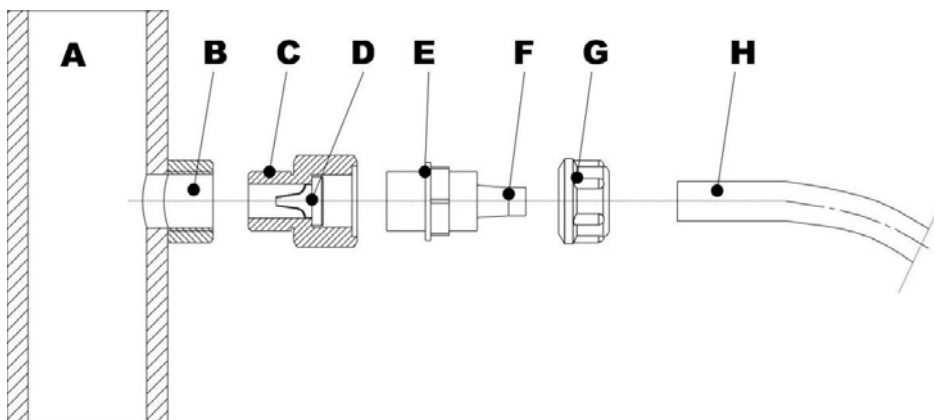

Fig. 8
- g. - Instalar na tubulação do sistema a ser tratado, no ponto mais adequado para injeção do produto a ser dosado, uma luva 1/2" gás fêmea. Tal luva não é inclusa no nosso fornecimento. Instalar a válvula de injeção na luva, utilizando como vedação fita de Teflon (Fig. 8). Conectar a mangueira no espigão cônico da válvula de injeção e travá-la com a respectiva porca-trava G. A válvula de injeção é também válvula anti-retorno.
3.1 - ESQUEMA DE MONTAGEM DA VÁLVULA DE INJEÇÃO Fig. 8